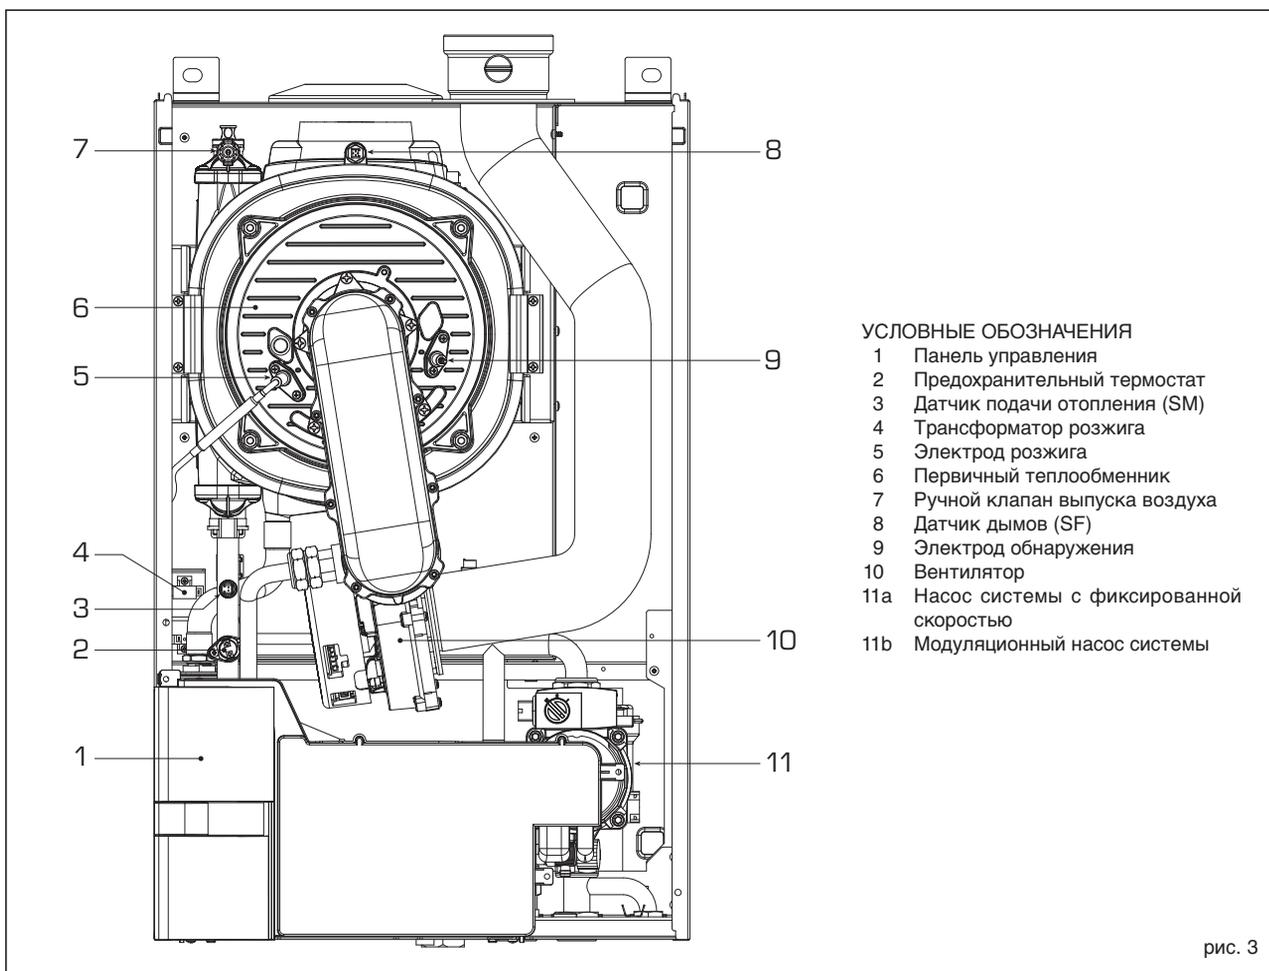

рис. 3
1.5 ОСНОВНЫЕ КОМПОНЕНТЫ (рис. 3)